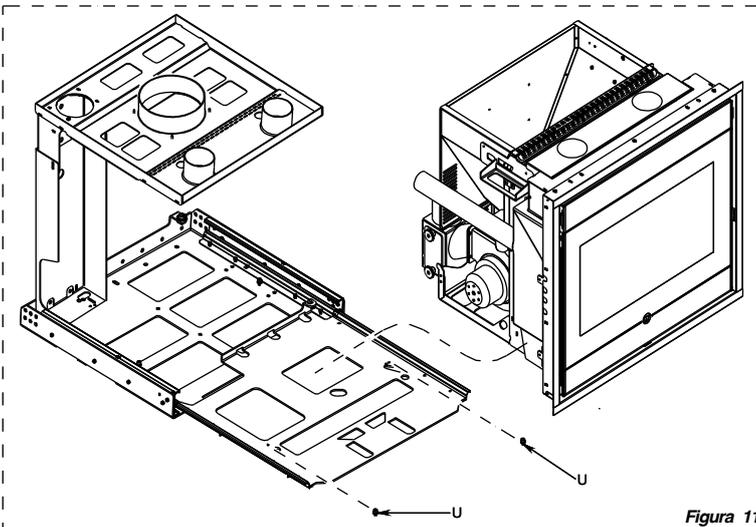

Figura 11
- Procedere poi a posizionare l'inserto sopra alla base mobile fissandolo alla base stessa attraverso le 2 viti U (vite tcei m6x10 e relative rondelle) (Figura 11).